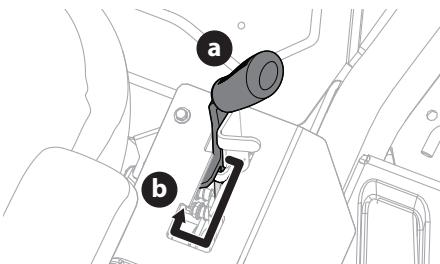

Figura 26
2. Active el freno de mano colocando los pedales de control de la transmisión en punto muerto, empujando la palanca del freno de mano hacia la derecha fuera de la posición "apagado" (a) y tirando de la palanca hacia atrás hasta que se bloquee en la posición "encendido" (b) (Figura 26).